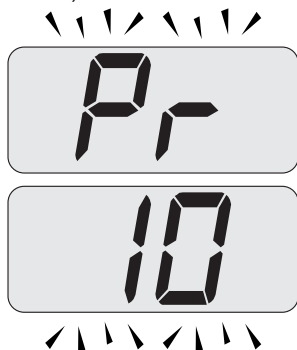

Figura 5.47
- Scorrere i vari parametri utilizzando i tasti 15 o 16 fino a far apparire sul display LCD le lettere **Pr** che si alternano con il codice **10**, indicanti l'entrata nel "parametro 10" (Figura 5.47).
- Premendo contemporaneamente i tasti 14 e 15 (Figura 5.45) si esce senza modificare il valore (ritorno alla lista parametri Figura 5.47)